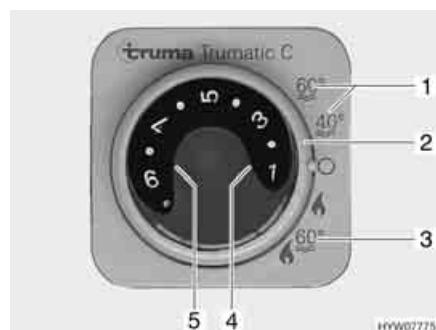

Fig. 178 Centralina di controllo per riscaldamento/boiler
Il boiler è integrato nel riscaldamento e funziona a gas (funzionamento a gas) o a gas o a corrente (funzionamento a gas e funzionamento elettrico a 230 V). Il boiler si accende dalla centralina di controllo (Fig. 178) con l'interruttore girevole (Fig. 178,2). Sul selettore di energia (Fig. 180) viene preselezionato il tipo di energia (funzionamento a gas e elettrico a 230 V).
Durante il funzionamento invernale "Riscaldamento e boiler" (Fig. 178,3), accendendo il riscaldamento è riscaldata automaticamente anche l'acqua nel boiler. Quando il riscaldamento si spegne al raggiungimento della temperatura ambiente desiderata, il boiler continua a riscaldare l'acqua, fino a quando questa raggiunge la temperatura impostata.
Durante il funzionamento estivo (Fig. 178,1) l'acqua è riscaldata soltanto nel boiler fino a 40 °C o 60 °C. L'acqua si riscalda a 60 °C in ca. 1 ora. La spia gialla di controllo (Fig. 178,5) si accende durante la fase di riscaldamento del boiler.
L'alimentazione di tensione per il riscaldamento/boiler e per la valvola di sicurezza/di scarico non può essere interrotta dall'interruttore principale a 12 V o tramite il pulsante a rotazione sull'E-Display. In caso di guasto si accende la spia rossa di controllo (Fig. 178,4) sulla centralina di controllo per il riscaldamento/boiler Trumatic C (vedi capitolo 14).
- Sulla centralina di controllo (Fig. 178) posizionare l'interruttore girevole (Fig. 178,2) su "Funzionamento estivo" (Fig. 178,1).
La spia gialla di controllo (Fig. 178,5) si accende durante la fase di riscaldamento. Al raggiungimento della temperatura dell'acqua desiderata, la fase di riscaldamento termina e la spia gialla di controllo si spegne.
- Sulla centralina di controllo (Fig. 178) posizionare l'interruttore girevole (Fig. 178,2) su "O".
La combinazione funzionamento a gas e funzionamento elettrico a 230 V diminuisce il tempo di riscaldamento (è possibile solo se il boiler viene impostato sulla centralina di controllo (Fig. 178) su funzionamento invernale).